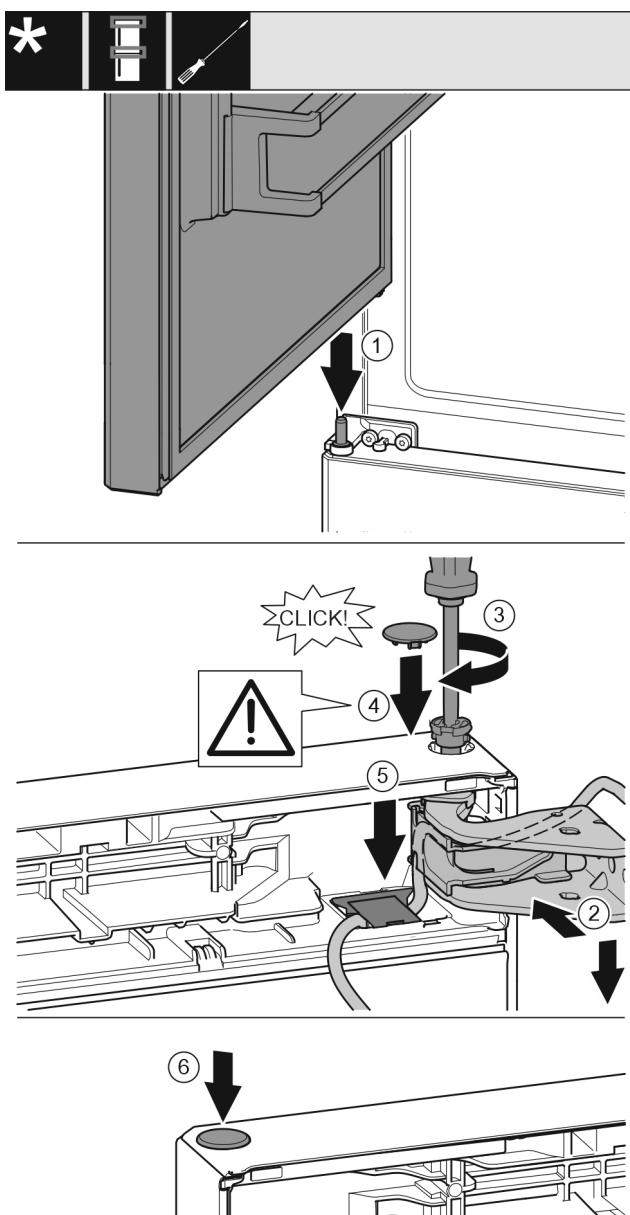

Fig. 42
- ▶ Horní dveře usadte na prostředním ložiskovém čepu Fig. 42 (1)
- ▶ Dveře nahore vyrovnejte s otvorem ve stojanu ložiska. Fig. 42 (2)
- ▶ Vložte čep a pevně jej utáhněte šroubovákem T15. Fig. 42 (3)
- ▶ K zajištění dveří namontujte bezpečnostní kryt: Bezpečnostní kryt nasadte a zkонтrolujte, zda přiléhá na dveře. V opačném případě čep zcela zasuňte. Fig. 42 (4)
- ▶ Vložte kryt a zatlačte jej směrem dolů, dokud nezavakne. Fig. 42 (5)
- ▶ Vložte zátku. Fig. 42 (6)